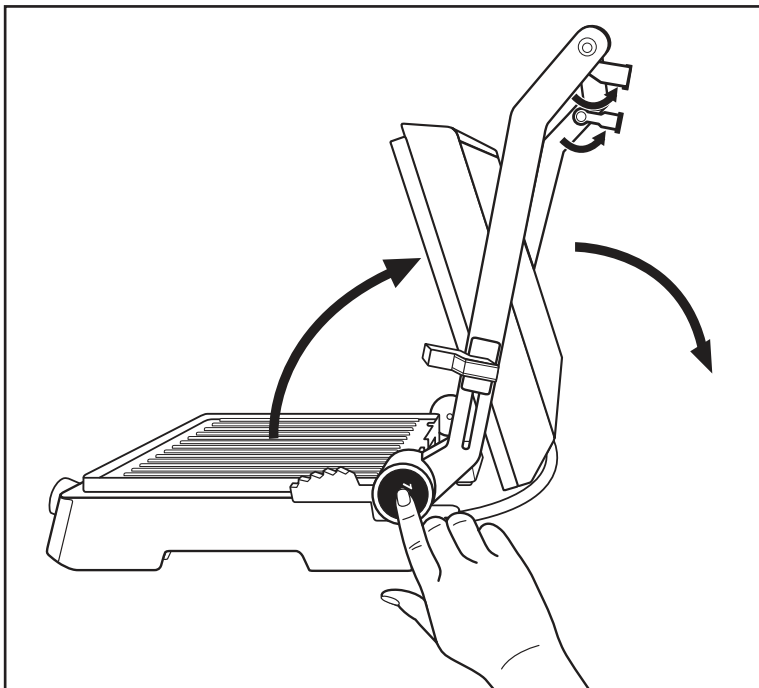

Fig. 1
- 1) Abra os dois pés de apoio ❶ (fig. 1).
- 2) Carregue na tecla de desbloqueio 180° ❸ (fig. 1) e abra a tampa do aparelho de tal forma que ambas as placas de aquecimento ❶ possam ser utilizadas como grelhador de mesa.